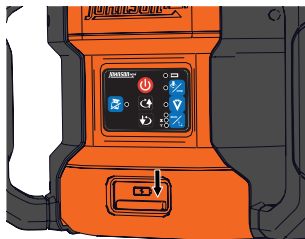

Figura 3
- Desconecte el adaptador/cargador USB tipo C y cierre el puerto de recarga. (Figura 3)